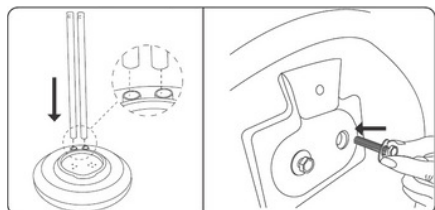

Рис. 1
1. Вирівняйте дві опорні трубки з отворами в основі, потім закріпіть їх знизу за допомогою гвинтів, що входять до комплекту. (Рис. 1).